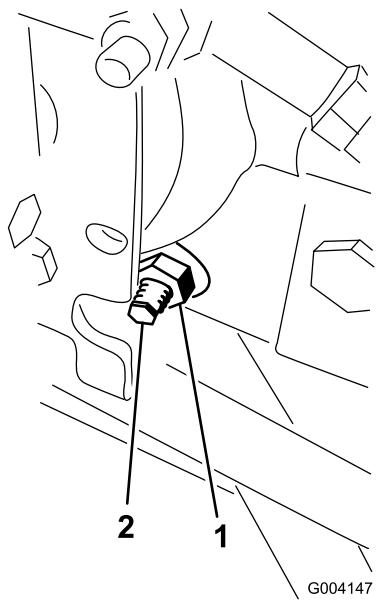

図 62
3. ハイドロスタットの右側にあるトラクション調整カムのロックナットをゆるめる図 62。